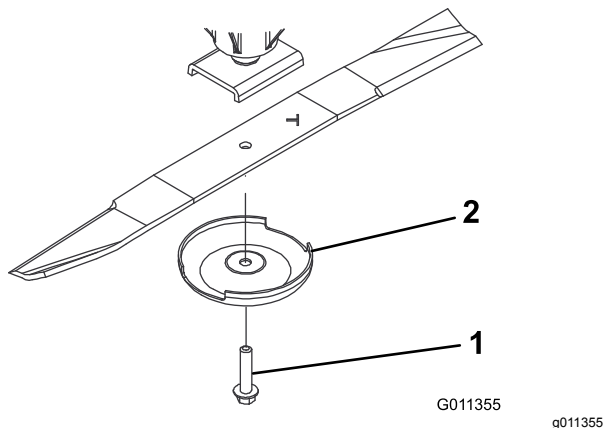

Figure 83
2. Tenez la lame par son extrémité avec un chiffon ou un gant épais. Enlevez le boulon, la coupelle de protection et la lame de l'axe de pivot (Figure 83).
3. Montez la lame en dirigeant l'ailette vers le tablier de coupe, et fixez-la avec la coupelle de protection et le boulon (Figure 83). Serrez le boulon de la lame à un couple de 115 à 149 N·m (85 à 110 pi-lb).